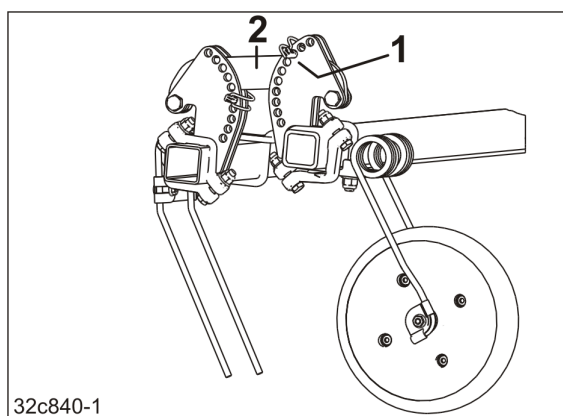

Fig. 196
3. A regulação da profundidade de trabalho dos dentes da grade é efetuada ao inserir a chaveta do tubo (Fig. 196/1)
- o por cima do volante (Fig. 196/2),
A profundidade de trabalho aumenta se colocar a cavilha do tubo mais profunda (Fig. 196/1) no segmento de ajuste.